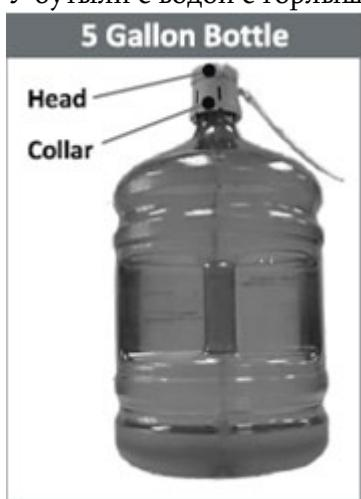

Рис.2 Установка сифона на бутыль с водой
4. Поместите трубку сифона в бутыль и наденьте хомут сифона (рис. 2) на горлышко бутыли до щелчка.
Разъем легко снимается для очистки теплой мыльной водой (Fig. 2).